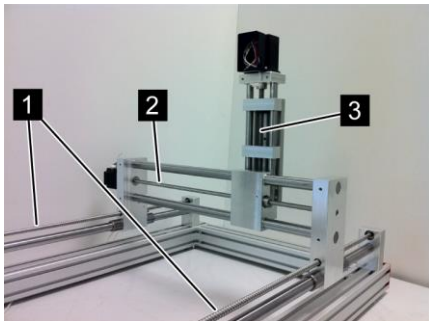

Abb. 23: Trapezgewindespindel
4. Trapezgewindespindel bzw. Kugelumlaufspindel der X-Achse (Abb. 23/1), der Y-Achse (Abb. 23/2) und der Z-Achse (Abb. 23/3) mit einem fusselfreien und mit Leichtlauffett benetzten Lappen gut einfetten.